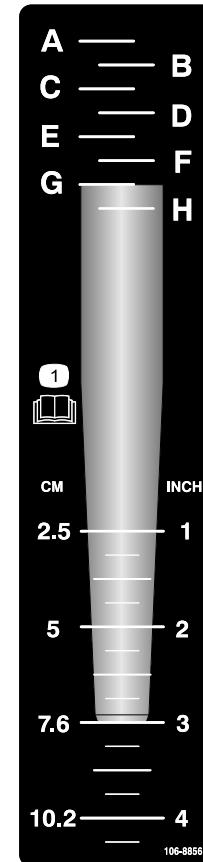

Bild 23
1. Legen Sie die gewünschte Tine auf den Tiefenaufkleber und fluchten gleichzeitig die Tines-Spitze mit der gewünschten Aerifiziertiefe aus, siehe Bild 23.
2. Ermitteln Sie die Buchstabeneinstellung, die mit dem Befestigungsende der Tine ausgefleuchtet ist (Bild 23). Stellen Sie das Tiefenbedienelement auf den entsprechenden Buchstaben auf dem Aufkleber ein.